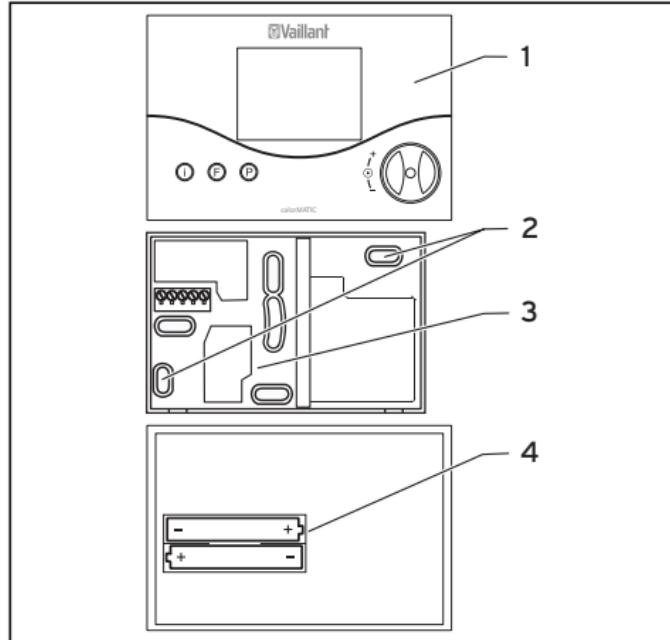

Fig. 9.3 Montaje del regulador de temperatura ambiente
- Extraiga el regulador de temperatura ambiente (1) de la carcasa (3).
- Realice dos perforaciones para la sujeción (2) con un diámetro de 6 mm (según la fig. 9.3) e introduzca los tacos adjuntos.
- Ponga las baterías adjuntas en el compartimento de las baterías que se encuentra en la parte posterior del regulador (fig. 9.3, pos.**4**). Preste atención a la polaridad correcta de las baterías. Conecte el cable de conexión conforme al capítulo 10.